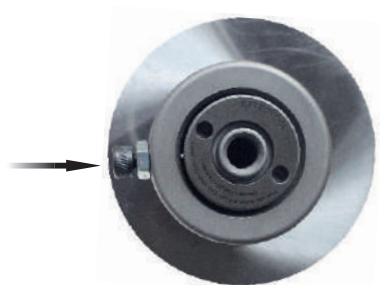

Рис.1
- Ослабьте гайку, как показано на рис. 1, поверните верхнюю часть формирующего инструмента по часовой стрелке, тем самым уменьшив длину инструмента.